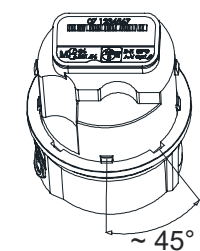

Abb. 5
- 7.9. Gewinding mit den vier Längsrillen um 45° zu den Nocken des Zählwerkes verdrehen (Abb. 5).